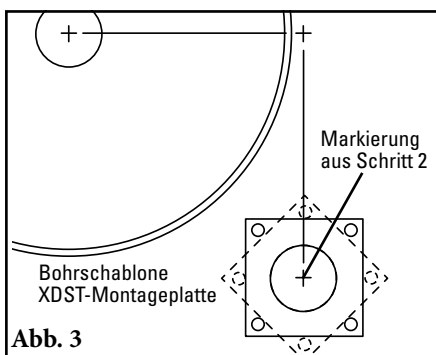

Abb. 3
- Die Bohrungen am Montagesockel markieren und anbringen. Das große Loch für die Steckachse in der im Anweisungspaket enthaltenen Bohrschablone so am Übergabetrichter oder an der Montageplatte positionieren, dass die Lochaussparungen mit den Linien ausgerichtet sind. Die Aussparung an der Steckachse und die Montagebohrungen suchen (Abb. 3). Jeder Sockel kann in jeder beliebigen Stellung 360° um die Steckachse herum montiert werden, damit die Spannvorrichtung nicht gegen Hindernisse stößt; solange der Mittelpunkt der Steckachse nicht verändert wird. Bohren Sie die Löcher in beide Seiten des Übergabetrichters.